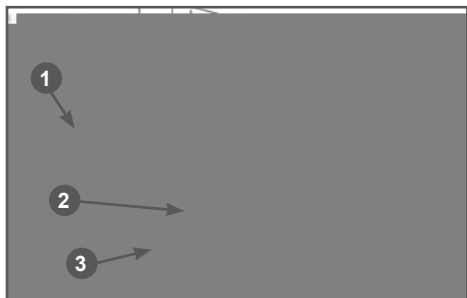

Рис. 14 Замена моторного масла
(1) Техническое обслуживание должно осуществляться более часто, при работе в пыльных условиях.
(2) Эти работы должны выполняться только в авторизованном сервисном центре.
5. Осторожно открутите крышку-щуп 1 из маслозаливной горловины, протрите её насухо и отложите в сторону (Рис. 14).
6. Открутите пробку для слива масла и слейте отработанное масло в подготовленную для этого емкость (Рис. 14).